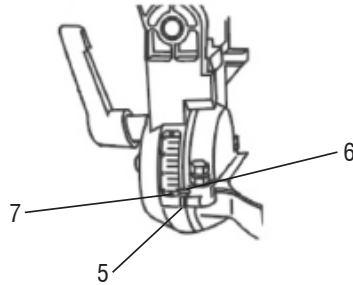

Fig. 17 – Ajuste da escala do batente de 90°
- 1 - Suelte el perno (5) con auxilio de un desatornillador Phillips (no acompaña la máquina), Fig. 17;
- 2 - Ajuste la escala hasta que el indicador (6) coincida con la marca “0” (7) del indicador;
- 3 - Apriete nuevamente el perno (5).